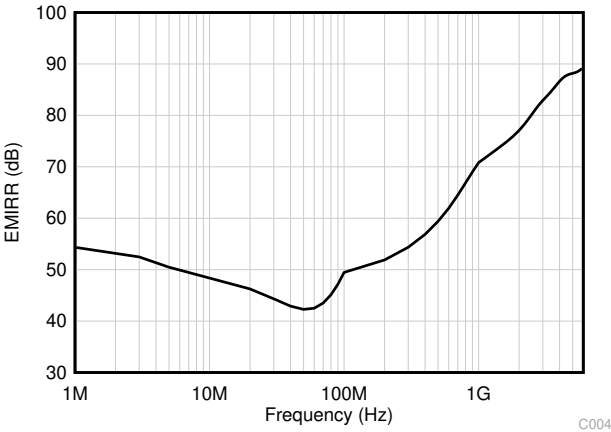

图 6-3. EMIRR 测试
TLV930x-Q1 使用集成电磁干扰 (EMI) 滤波功能来降低干扰源 (如无线通信设备以及混合使用模拟信号链和数字元件的高密度电路板) 产生的 EMI 效应。利用电路设计技术可以提高 EMI 抗扰度 ; TLV930x-Q1 可从这些设计改进中受益。德州仪器 (TI) 已经开发出在 10MHz 至 6GHz 扩展宽频谱范围内准确测量和量化运算放大器抗扰度的功能。图 6-3 展示了对 TLV930x-Q1 执行此测试的结果。表 6-1 展示了 TLV930x-Q1 在实际应用中常见特定频率下的 EMIRR IN+ 值。表 6-1 列出了可在下图所示的特定频率或其近似频率下运行的应用。 运算放大器的 EMI 抑制比 应用手册详细介绍了与运算放大器相关的 EMIRR 性能主题。